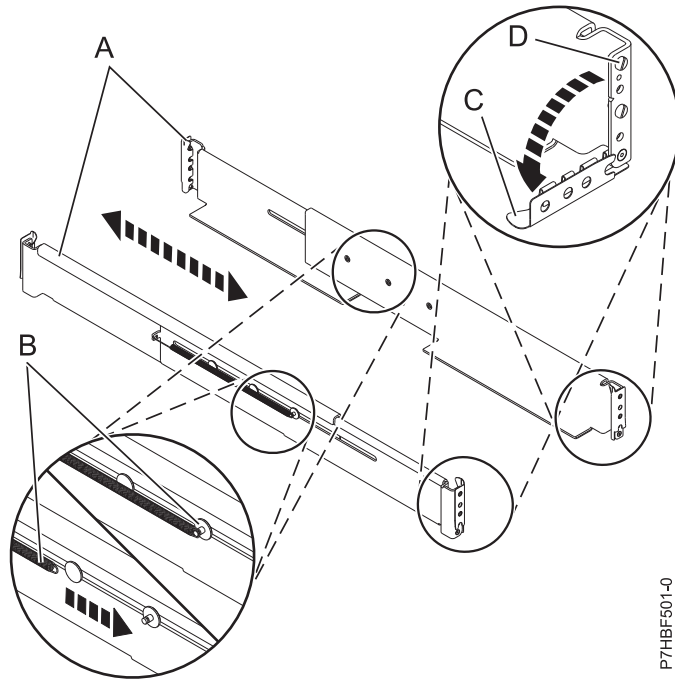

図4. レールの取り付け
3. 次に示すように、左右のレールの前部と後部のクランプ **(C)** を下に回転させます。7 ページの図 4.
4. 各レールで、スプリング **(B)** をレールに固定しているテープを取り除きます。次に示すように、スプリングの端をレール上の円形の支柱に引っ掛けます。 図4.